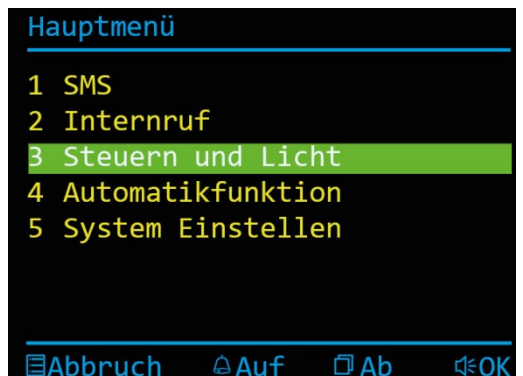

Abb. 29: Hauptmenü Steuern und Licht
- ▶ Drücken Sie die Bildtaste  oder die Ruf AUS-Taste  und wählen Sie das Menü *Steuern und Licht* aus (Abb. 29).